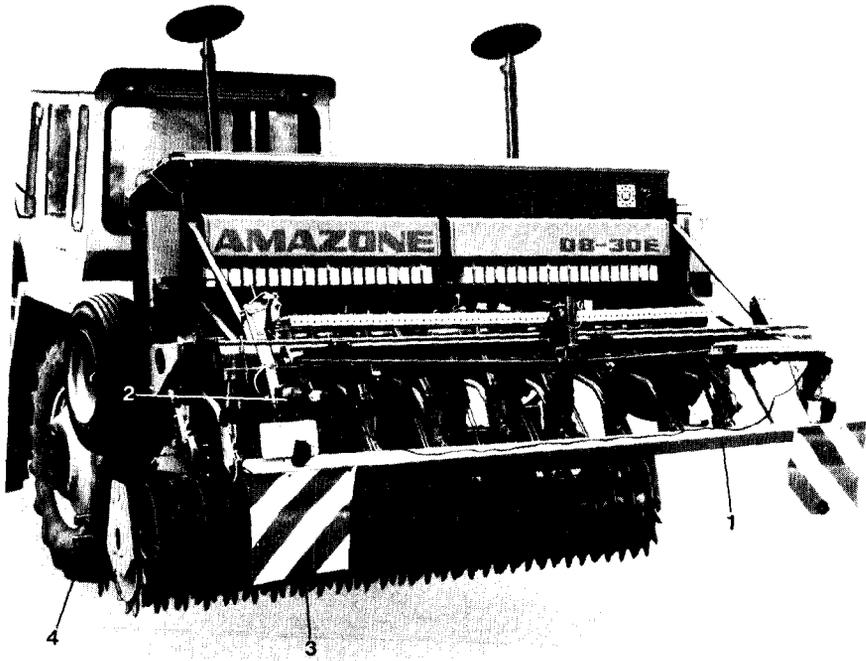

Fig. 40
- Las púas del rascador de precisión que sobresalen hacia atrás deben protegerse con un listón de seguridad (fig. 40/1, accesorio especial – No. de pedido 32 920). En este listón de seguridad para el transporte se encuentran asimismo portaluces para señales luminosas (fig. 40/2) y en su parte inferior reflectores rojos (fig. 40/3), que no deben estar situados a más de 900 mm del suelo.
- La distancia del borde superior del faro trasero (fig. 40/2) al suelo no debe sobrepasar los 1550 mm. Esta distancia debe mantenerse incluso cuando la máquina durante el transporte utiliza el sistema combinado AMAZONE »a cuestras« (fig. 40).
¡No se olvide de comprobar que funcionan las luces! En el caso de que la sembradora se utilice en combinación con una grada alternativa, se deben plegar los rascadores laterales (fig. 40/4) de esta última colocándolos en posición de transporte (v. manual del operador de la grada alternativa).